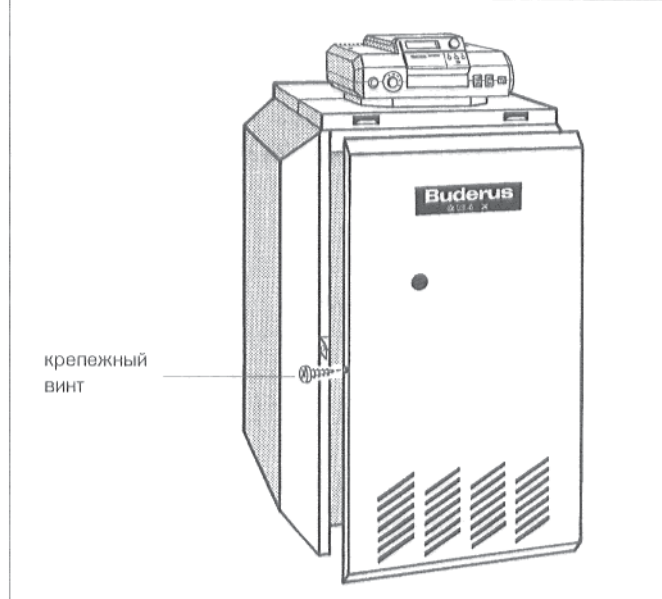

Рис. 39: монтаж передней стенки котла
- Ввинтить крепежные винты слева и справа в боковые стенки (рис. 39).